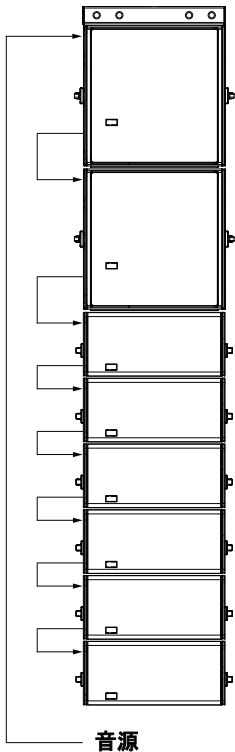

図4: フライイング混合アレイ
- LEOPARDと900-LFCのフライング混合アレイ(図4)